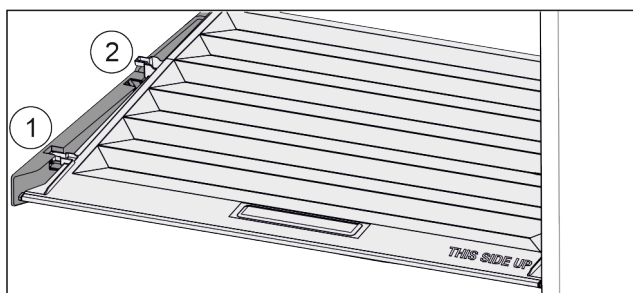

Fig. 157
- ▶ Vytáhněte víko dopředu až k otvoru v přídržných dílech Fig. 157 (1).
- ▶ Vzadu zespodu nadzvedněte a vyjměte směrem nahoru Fig. 157 (2).